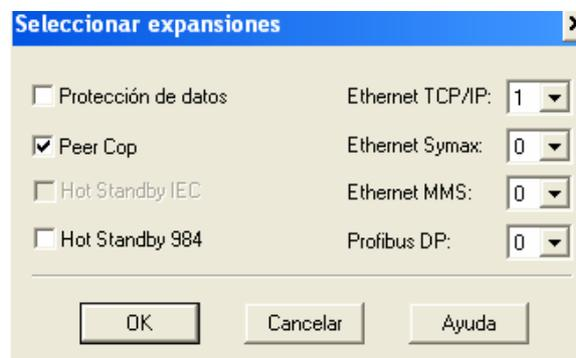

Figura 3.19. Selección expansiones
- 2** Como se muestra en la figura 3.19, seleccionar el número de módulos para configurar en el cuadro de desplazamiento TCP/IP Ethernet.